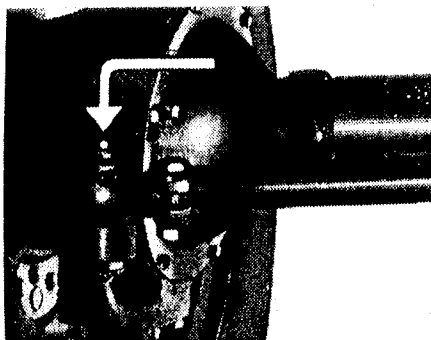

Abb. 62
38. Kugelgelenke der **Spurstange** nach jeweils 2000 km mit Abschmierfett schmieren (Abb. 62).